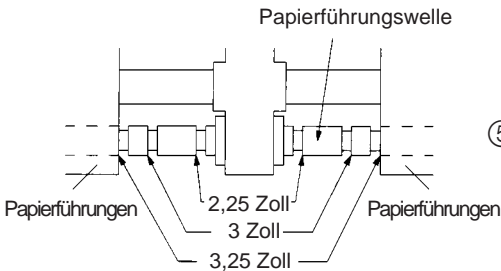

Abb. 2-8 Rollenpapierführung (SP347)
⑤ Stellen Sie die linke und rechte Papierführung ein. Lassen Sie einen 0,5 mm großen Abstand zwischen der Papierführung und der Kante des Papiers und befestigen Sie den Sperrhebel.
- Indem Sie den Sicherungsring einsetzen, der der Rille der Papierführungswelle in Abb. 2-8 entspricht, legen Sie die Position für die Papierführung fest.